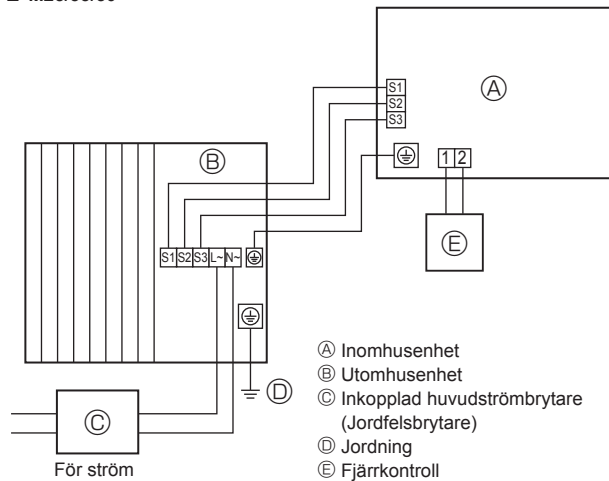
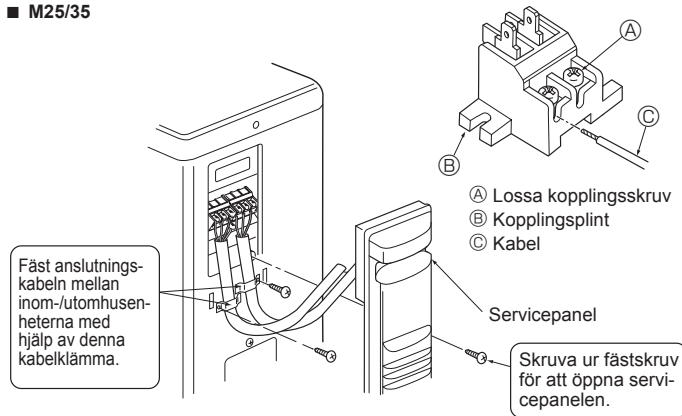
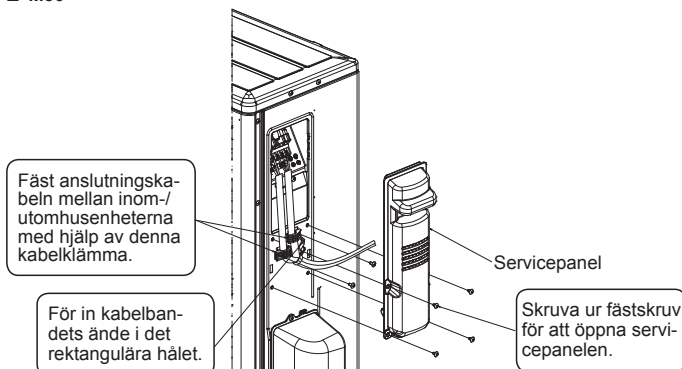

Fig. 6-1
Fig. 6-3
Fig. 6-4
### 6.1. Utomhusenhet (Fig. 6-1, Fig. 6-2, Fig. 6-3, Fig. 6-4)
- ① Ta bort servicepanelen.
- ② Anslut kablarna med hänvisning till Fig. 6-1, Fig. 6-2, Fig. 6-3 och Fig. 6-4.